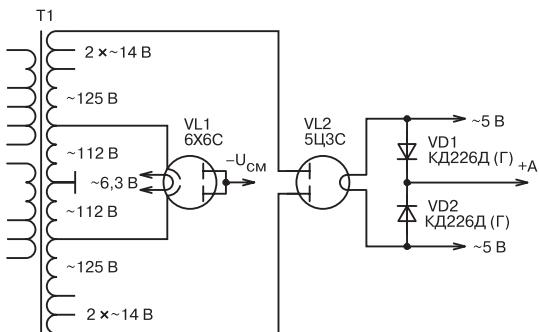

Рис. 2.111. Блок питания с пониженным уровнем фона
Особенность схемы блока питания (разработчик — А. Манаков), схема которого показана на рис. 2.111, — включение двух полупроводниковых диодов в цепь накала лампы 5ЦЗС, выпрямленное напряжение снимается с фиктивной средней точки. Данные меры позволяют существенно снизить уровень фона переменного тока.
**Пример 3.** Перевернув кенotron ОППВ катодом к трансформатору (подобно «половинке» VL1 на рис. 2.111), получим т. н. «обратное» включение — решение, приобретающее все большую популярность в аудиофильских кругах: <http://classicaudio.ru/phpbb/download/file.php?id=4025&mode=view>.